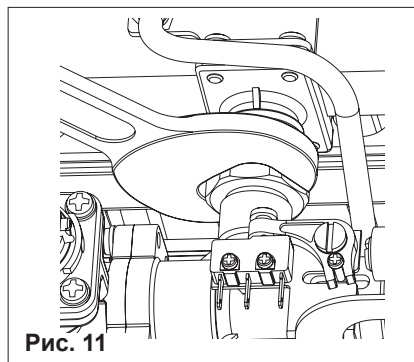

Рис. 11
- открутить гайку крепления основной горелки (рис. 11);